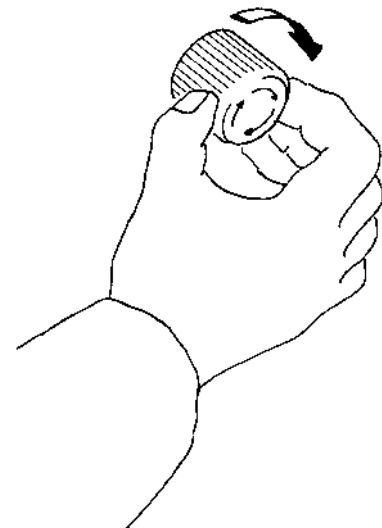

fig. 113
5. Mettre le bouton-poussoir pour l'arrêt d'urgence dans la position permettant la marche (fig. 113).